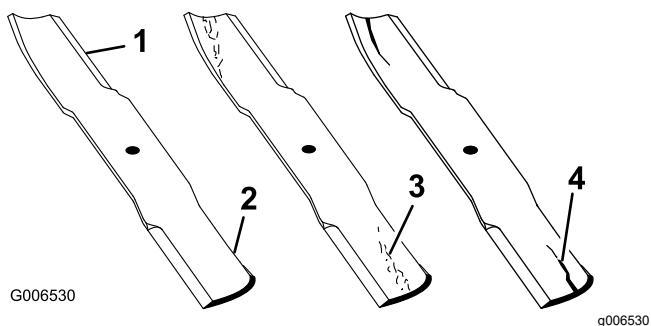

Figura 71
1. Inspeccione los filos de corte (Figura 71).
4. Si observa fisuras, desgaste o la formación de una ranura en esta zona, instale de inmediato una cuchilla nueva (Figura 71).